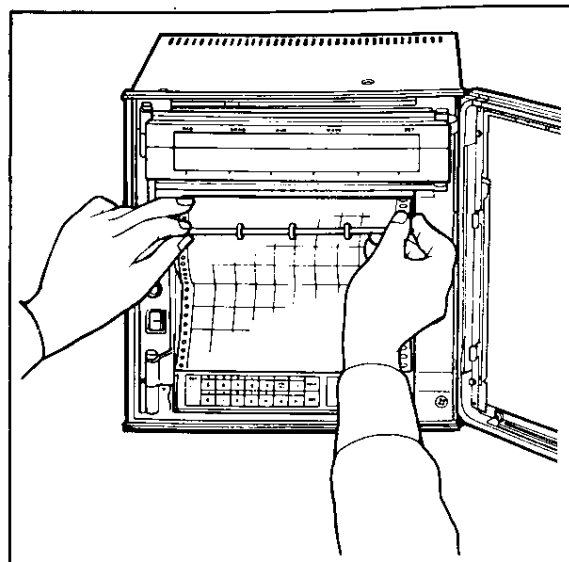

図 5.7
- (7) 記録紙おさえローラを元の位置にもどし（取付け）ます（図5.7）。